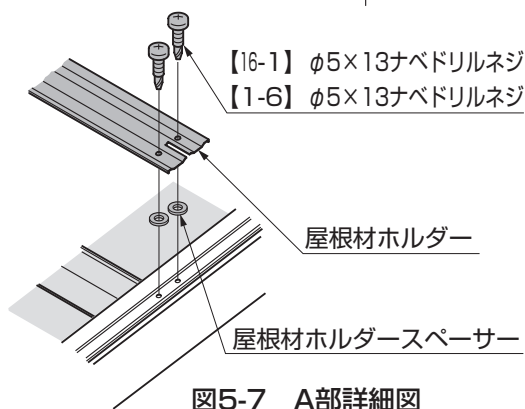
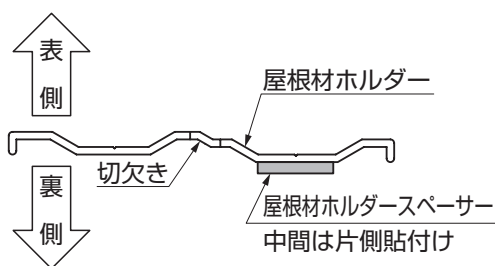

図5-7 A部詳細図
図5-8 屋根材ホルダー断面図
- 取付け前に屋根材ホルダー下面に屋根材ホルダースパースーを貼付けてください。(端部：図5-7、中間：図5-8参照)